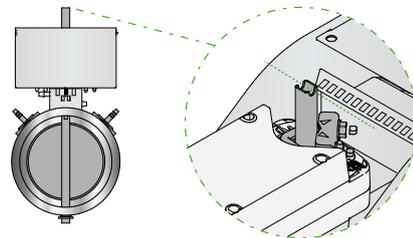

Figura 27. Posición de la placa de la compuerta «Normally closed».
3. Asegúrate de que la posición de la placa de la compuerta sea correcta, como en la figura 27 o 28. NOTA La abrazadera del eje se coloca siempre en la dirección indicada más arriba en la compuerta circular.